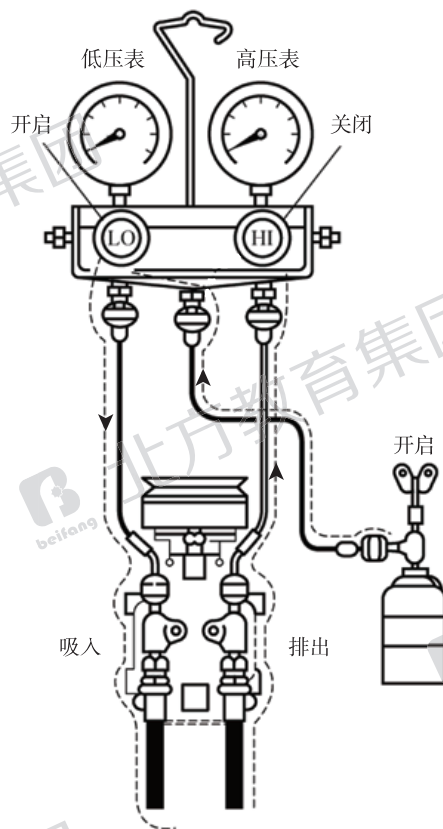

图 2 低压侧充入液态制冷剂（制冷剂罐正立）
- 3) 打开低压阀，将制冷剂罐倒立制冷剂以气态进入，如图 2 所示。当系统的压力值达到 420kPa 时，关闭低压手动阀。